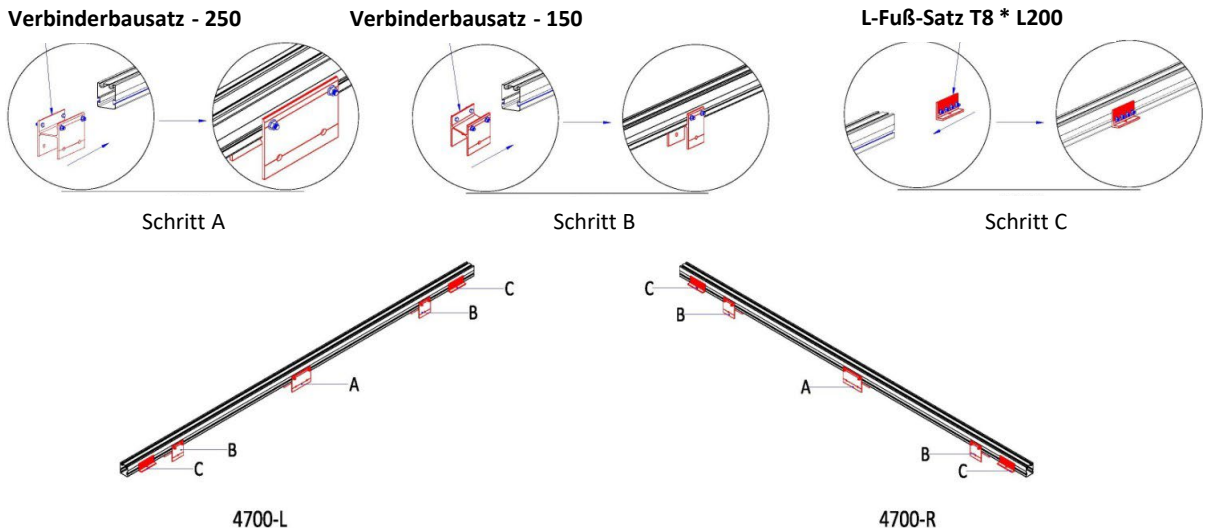

Abbildung 6
Schritt 2: Montieren Sie jedes Teil mit der Basisschiene 120 in der Reihenfolge ABC wie in der Abbildung 6 dargestellt. Die H100 Verbinderbausätze - 250 und 150 können direkt in den markierten Bereich geschoben (den Markierungen folgen) und dann zusammengebaut werden. Hinweis: Bitte tragen Sie entsprechende Arbeits- und Schutzausrüstung.